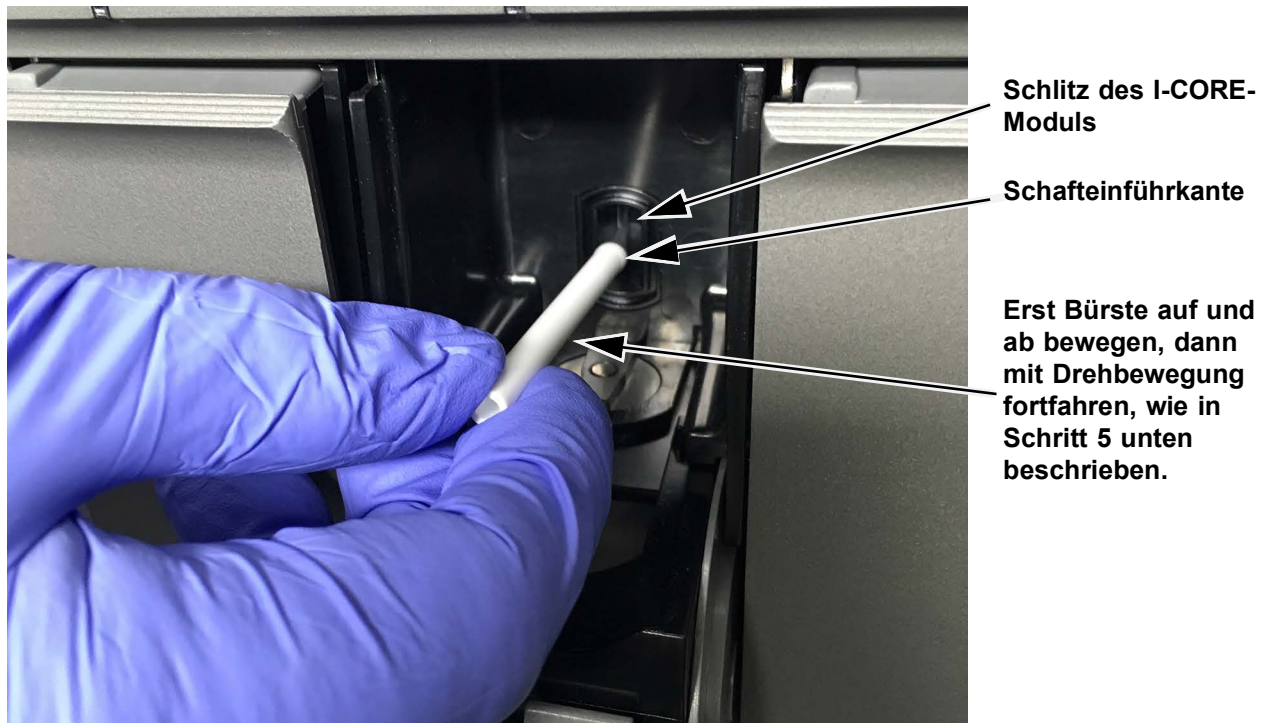

Abbildung 9-7. Einführen der Reinigungsbürste in den Schlitz des I-CORE-Moduls
4. Nachdem Sie die Einweghandschuhe angezogen haben, führen Sie die Bürste leicht schräg bis zur Schafteneinführkante in den Schlitz des I-CORE-Moduls ein (siehe Abbildung 9-7).